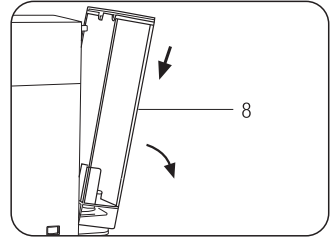

Abb.1
- Um den Behälter (8) herauszunehmen, diesen nach unten drücken und gleichzeitig nach außen drehen. **(Abb.1)**